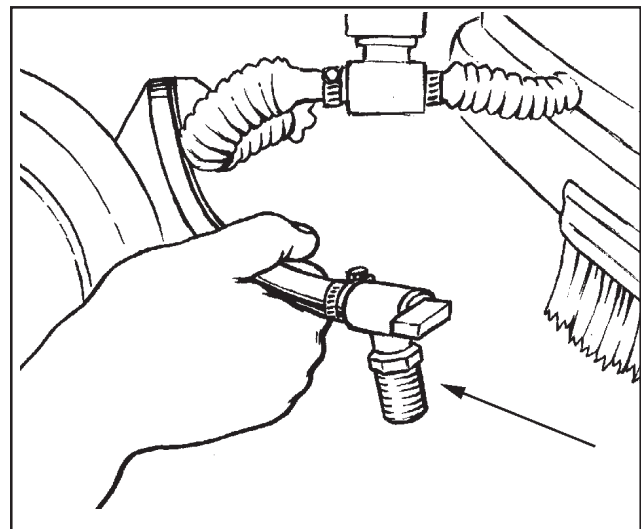

Figura 11
4. Para vaciar el compartimiento de las baterías (véase figura 11)